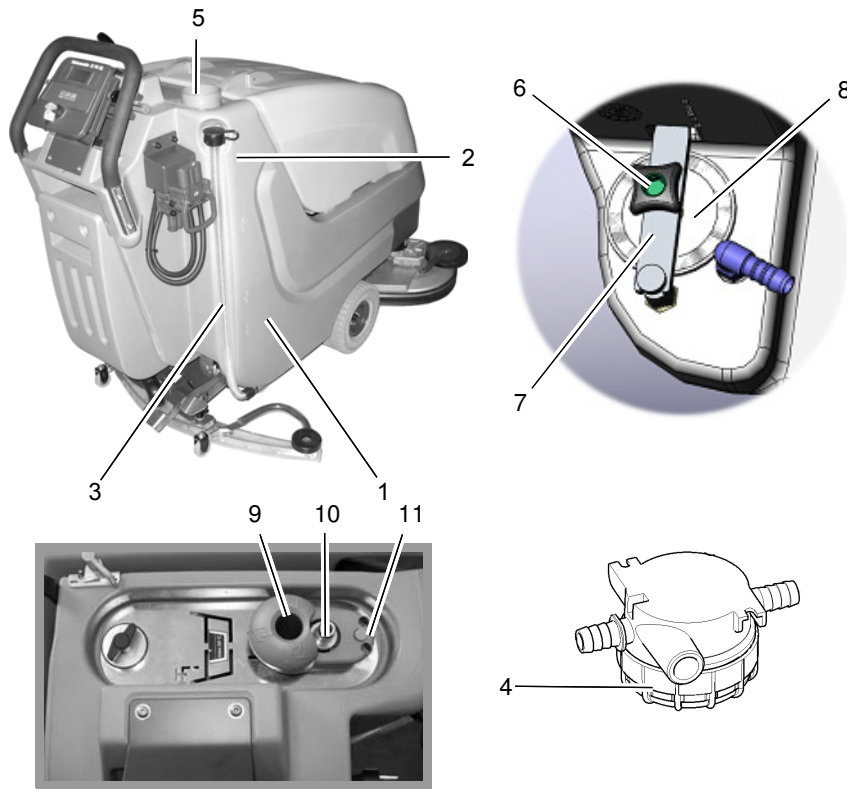

Abb.8
Den Frischwassertank (Abb. 8/1) vor Arbeitsbeginn oder bei Bedarf befüllen. Fahrzeug auf ebenem Grund abstellen. Den Tankdeckel (Abb. 8/5) öffnen und den Frischwassertank bis zur maximalen (1/1) Markierung (Abb. 8/2) befüllen.
Fahrzeug so abstellen, dass sich der Füllstandsschlauch (Abb. 8/3) über einen Abfluß im Boden befindet. Den Füllstandsschlauch aus der Halterung nehmen und den Deckel abnehmen.
Zum Öffnen der Wartungsöffnung die Flügelschraube (Abb. 8/6) lösen, das Klammerblech (Abb. 8/7) entfernen (nach oben schieben und dann schräg nach unten herausziehen) und den Deckel (Abb. 8/8) samt Dichtung entfernen. Nach der Reinigung die Öffnung in umgekehrter Reihenfolge wieder verschließen. Vorher den Zustand der Dichtung / Dichtfläche kontrollieren. Ggf. die Dichtung ersetzen, bzw. Dichtung / Dichtfläche reinigen. Die Flügelschraube nur von Hand anziehen.
Den Frischwasserfilter (Abb. 8/4) wöch-
1. Den Frischwassertank (Abb. 8/1) entleeren, siehe Abschnitt 5.5.2.
1. Den Wasseranschluss aufstecken (Abb. 8/10). Die Wasserzuleitung noch nicht öffnen!
2. Den Bedientaster (Abb. 8/9) drücken. Der Anzeigeknopf (Abb. 8/11) steht hervor.
4. Bei gefülltem Tank schaltet die Befüllleinheit automatisch ab. Der Anzeigeknopf (Abb. 8/11) steht nicht mehr hervor.
Die Maschine lässt sich auch manuell durch die Öffnung im Bedientaster (Abb. 8/9) befüllen. Benutzen Sie den transparenten Schlauch an der Maschine als Füllstandsanzeige.